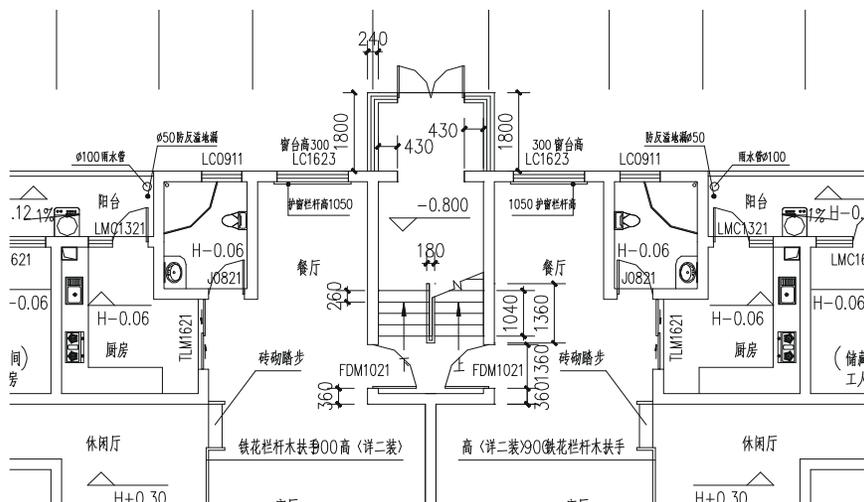

图 11-1-24
**STEP 33** 将“WINDOW”层置为当前层，参照前面插入门窗的方法，添加镜像后得到的图形中间部分的门窗和楼梯，并使用复制和双击的方法标出该区域的标高-0.800，如图 11-1-24 所示。